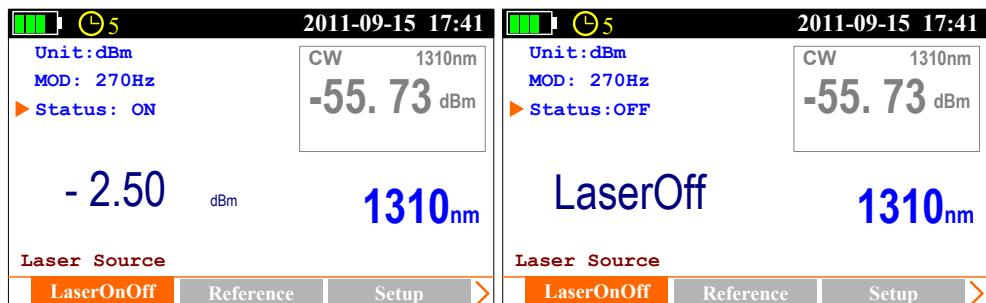

Figura 3.5
- ✚ Prena Para encender la fuente láser, consulte la Figura 3.5; presione nuevamente para apagar el láser, consulte la Figura 3.5;